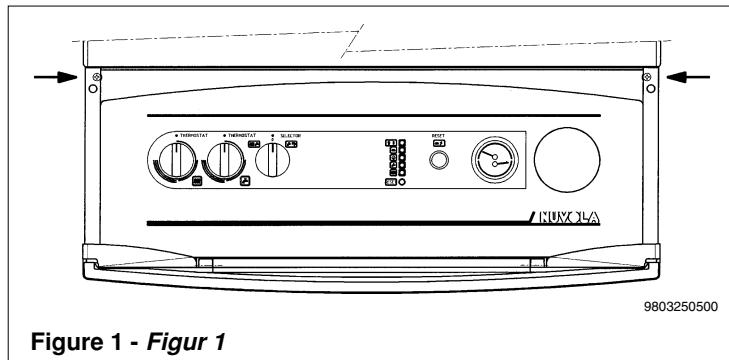

Figure 1 - Figur 1
- * unscrew the two screws securing the control panel to the boiler (Fig. 1);
- * Skru de to skruer ud, som fastgør kontrolpanelet til kedlen (Fig. 1).